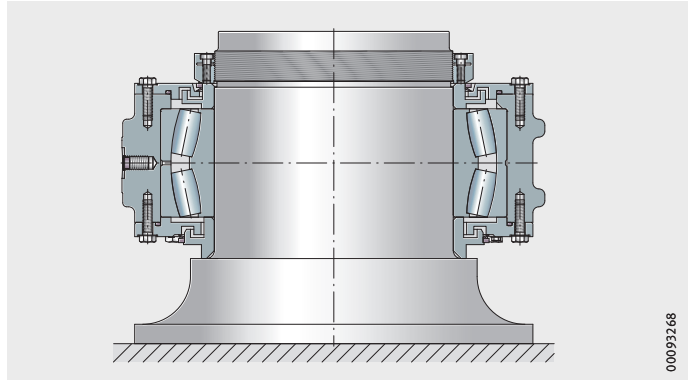

图 16
- ▶ 根据锁紧螺母制造商的装配规范安装轴的锁紧螺母，注意防松，图 16。